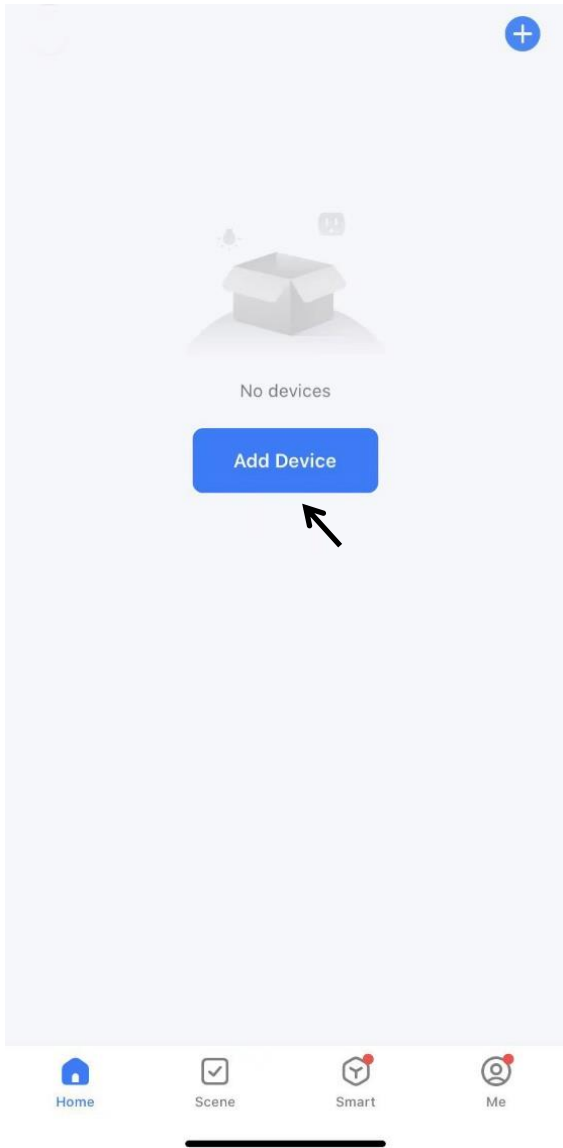

Fig.1
2. Registrer deg eller logg på kontoen din på APP. Trykk på "+" øverst til høyre eller knappen "Add Device" for å legge til enheten din. (Fig. 1)